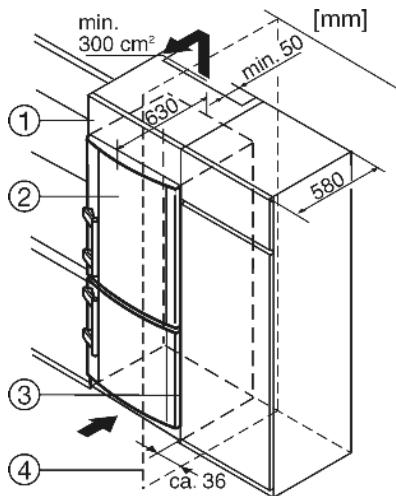

Fig. 10
- (1) Дополнительный шкафчик
(2) Устройство
(3) Кухонный шкаф
(4) Стенка
Устройство может быть окружено предметами кухонной обстановки. Чтобы уравнять устройство Fig. 10(2) по высоте с кухонной стенкой, можно установить над устройством соответствующий дополнительный шкафчик Fig. 10 (1).
При комбинировании с обычными кухонными шкафами (глубина макс. 580 мм) устройство можно установить непосредственно рядом с кухонным шкафом Fig. 10 (3). Дверца устройства выступают по сторонам на 34 мм и по центру устройства на 50 мм относительно передней стенки кухонного шкафа. Поэтому ее можно свободно открывать и закрывать.
Если устройство установлено на шарнирах у стены Fig. 10 (4), то расстояние между устройством и стеной должно быть не менее 36 мм. Настолько выступает ручка при открытой дверце.